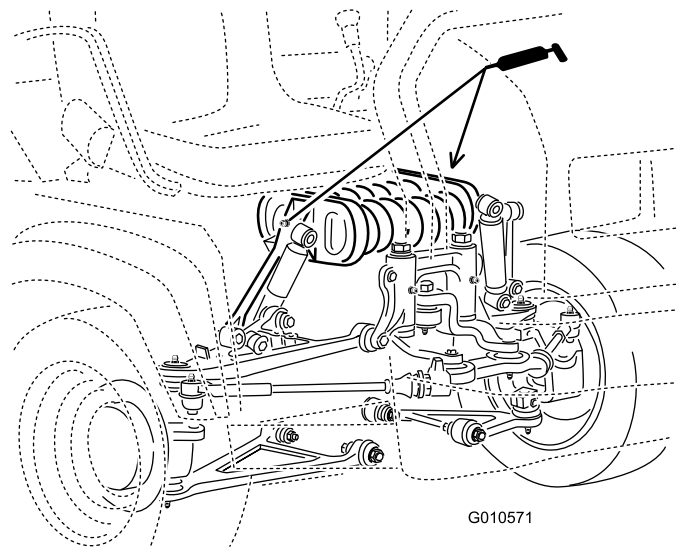

Figura 35
- Armazón del muelle (2) (Figura 35)